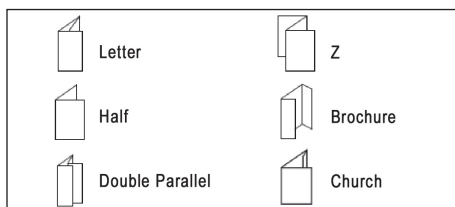
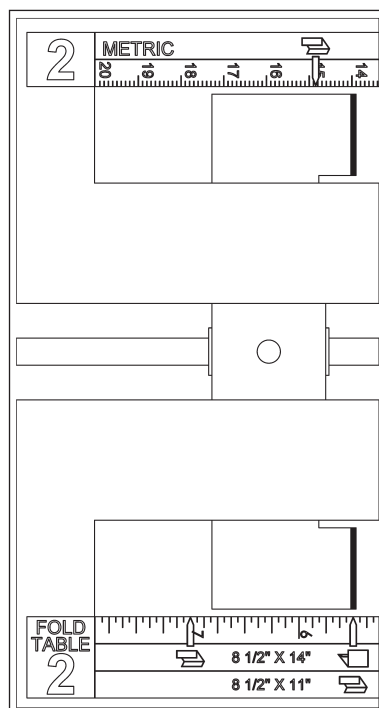
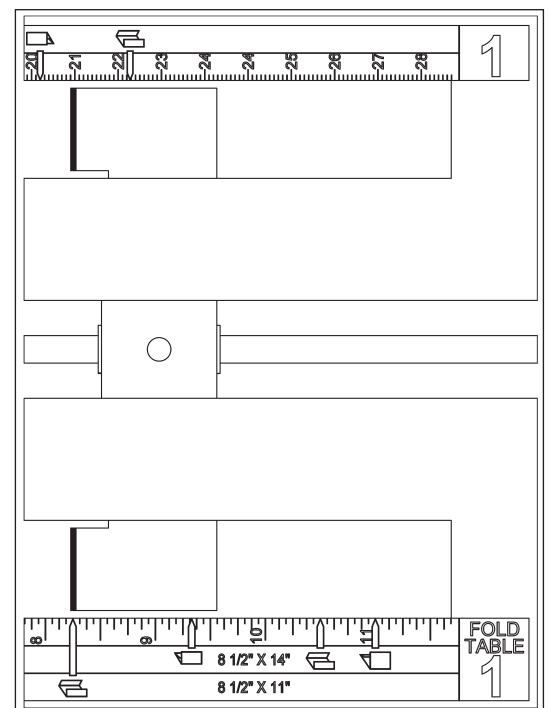

Abb. 9
Abb. 10
Abb. 11
Vor dem Einstellen einer bestimmten Falzart sollten Sie sich mit den Symbolen der sechs vorgegebenen Falzarten vertraut machen, die auf den Linealen der Falztische abgebildet sind (Abbildung 9). Diese Symbole sind in Spalten angeordnet, die die drei häufigsten Papierformate darstellen (Abbildung 10 und Abbildung 11).
3. Verwenden Sie die Lineale der Falztische zur Orientierung (siehe Abbildung 10 und Abbildung 11), wenn Sie die Papierstopps mithilfe der jeweiligen Pfeiltaste in die gewünschte Richtung verschieben. Die Pfeiltasten ermöglichen die Einstellung mit zwei verschiedenen Geschwindigkeiten. Wenn Sie die Taste nur kurz oder wiederholt mit kurzen Pausen drücken, wird der Papierstopp langsam bewegt. Wenn Sie die Taste gedrückt halten, lässt sich der Papierstopp schneller verschieben. Diese schnellere Geschwindigkeit ist besonders nützlich, wenn die Papierstopps über eine größere Distanz bewegt werden sollen.